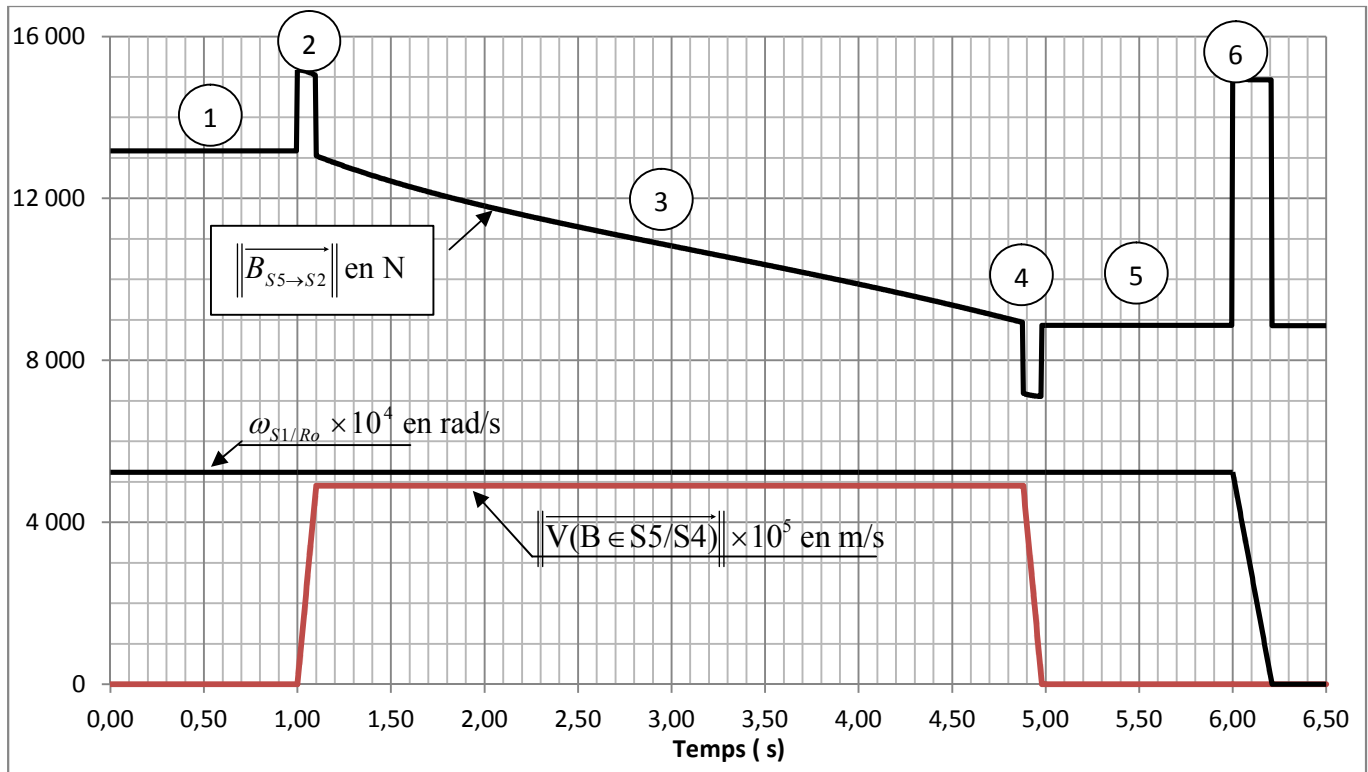

Figure 9
**Analyse du graphe (Figure 9):**